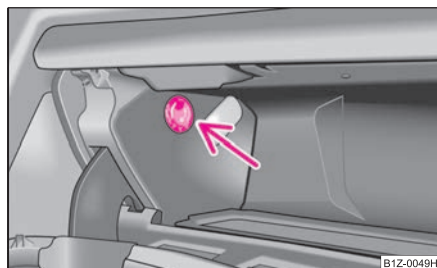

Fig. 100 Compartimento guardaobjetos: manejo de la refrigeración
- Con el conmutador giratorio ⇒ fig. 100 conecta o desconecta la refrigeración.